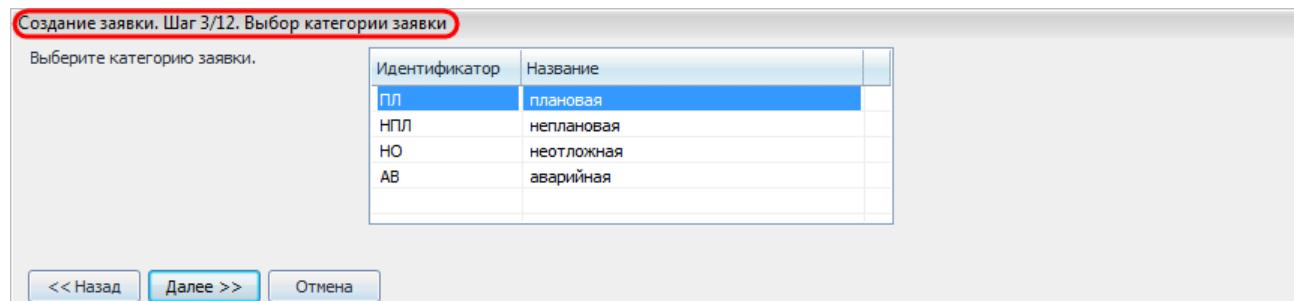

Рисунок 10.10 – Выбор категории заявки
- **«Шаг 3/12. Выбор категории заявки».** На данном шаге необходимо выбрать категорию создаваемой заявки из представленных категорий в списке (Рисунок 10.10):